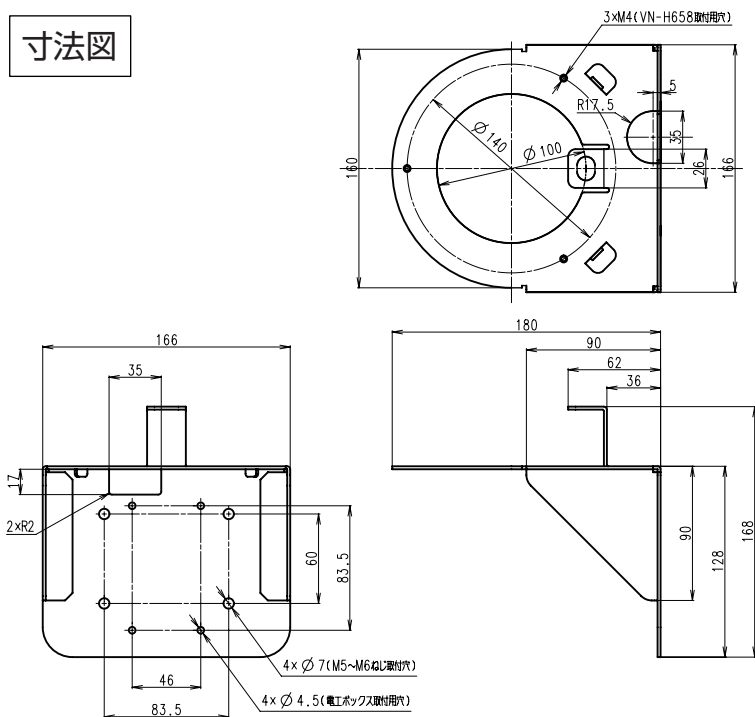

図1. 寸法図
1. 本機を壁面に②で取り付ける。
2. VN-H658 にあらかじめ取り付けおいた④を、本機の落下防止ワイヤー取付用長穴にカラビナで取り付ける。
3. 本機の VN-H658 取付用穴 (図1 参照) に、①で VN-H658 を取り付け後、③を①のねじ先端に取り付ける。
4. 外観の為、必要に応じて落下防止ワイヤーを⑥でクランプする。